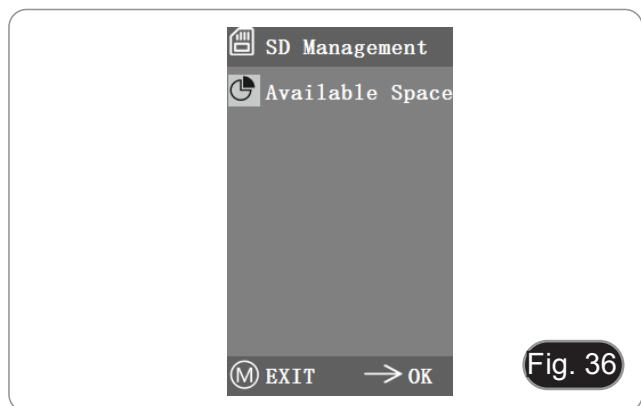

Fig. 36
1. Após a inserção do cartão SD, o espaço restante e o espaço total do cartão SD pode ser visto em “Available Space”. (Fig. 36)